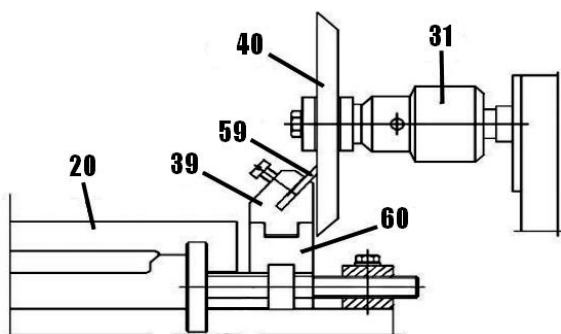

Рисунок 19
11.8.1 В сверлильный патрон 31 (рисунки 18, 19; таблица 2) установите и закрепите собранный на оправке заточной диск для заточки ножей 40 (рисунок 19; таблица 2).
11.8.2 В штатив для крепления ножей 39 (рисунок 19, таблица 2) установите и закрепите винтами фиксации строгальный нож 59 (рисунок 19), максимально отведите от заточного диска 40 (рисунок 19; таблица 2) направляющую 60 (рисунок 19). В направляющую ножа 60 (рисунок 19) установите штатив для крепления ножей 39 (рисунок 19, таблица 2) с закреплённым строгальным ножом.
11.8.3 Включите станок и, аккуратно удерживая штатив для крепления ножей 39 (рисунок 19, таблица 2), подведите строгальный нож 59 (рисунок 19) к заточному диску 40 (рисунок 19; таблица 2) до лёгкого касания.
Заточка строгального ножа производится перемещением штатива для крепления ножей 39 (рисунок 19, таблица 2) по направляющей ножа 60 (рисунок 19), глубина шлифования устанавливается